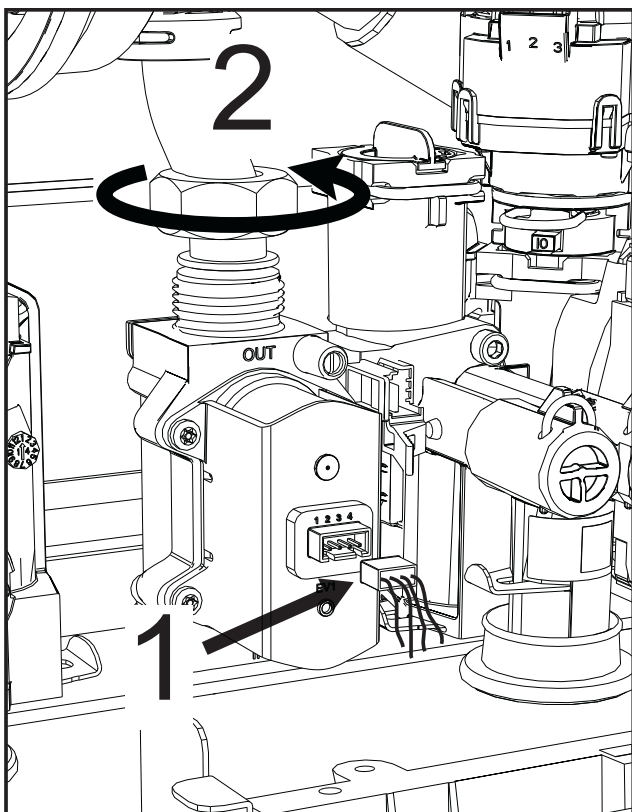

рис. 42
- Отсоедините электрические разъемы 1 (рис. 42).
- Отсоедините трубку подачи газа 2 (рис. 42).